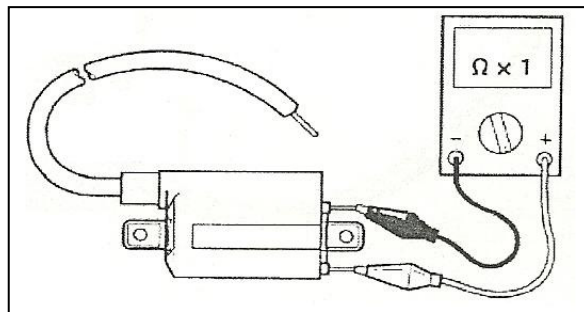

Figura 36 – Bobina.
- ✓ Conecte o multímetro à bobina de ignição como indicadona figura 36.